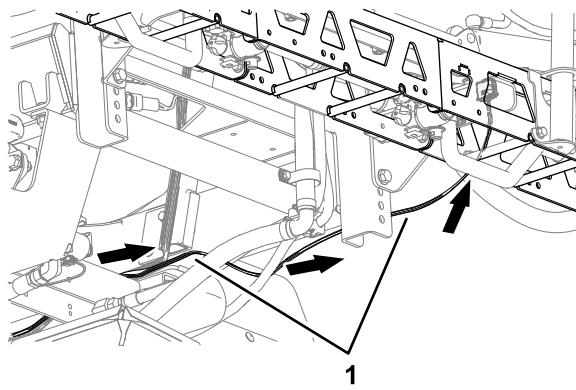
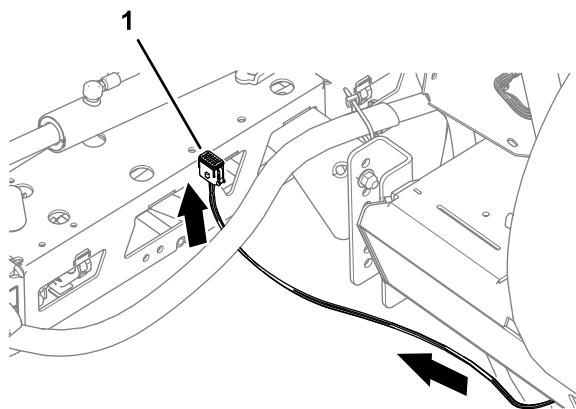

Figure 75
Figure 76
- 3. Acheminez le faisceau avant jusqu'à la section de pulvérisation centrale (Figure 75 et Figure 76).